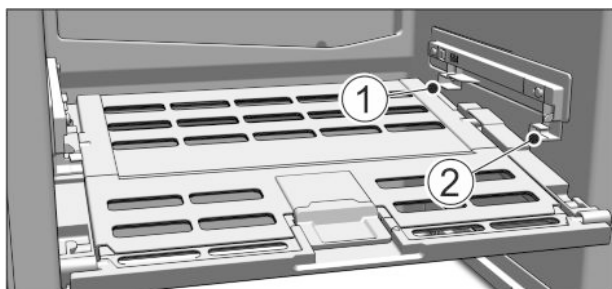

Fig. 74
- ▶ Wkładanie pokrywy Fruit & Vegetable-Safe: Ramiona pokrywy wprowadzić od dołu do tylnego uchwyty Fig. 74 (1) i zażebić z przodu w uchwycie Fig. 74 (2).